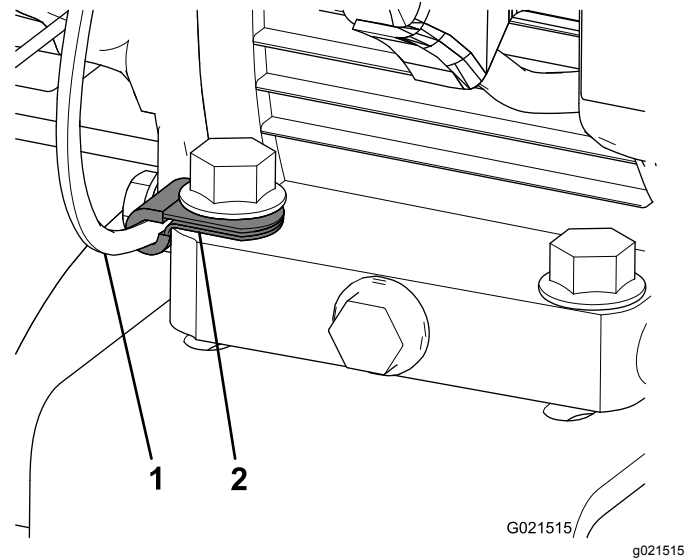

Figure 6
- Fixez le clip neuf au câble d'accélérateur et boulonnez-le au support de conversion du moteur avec le boulon avant droit (Figure 6).